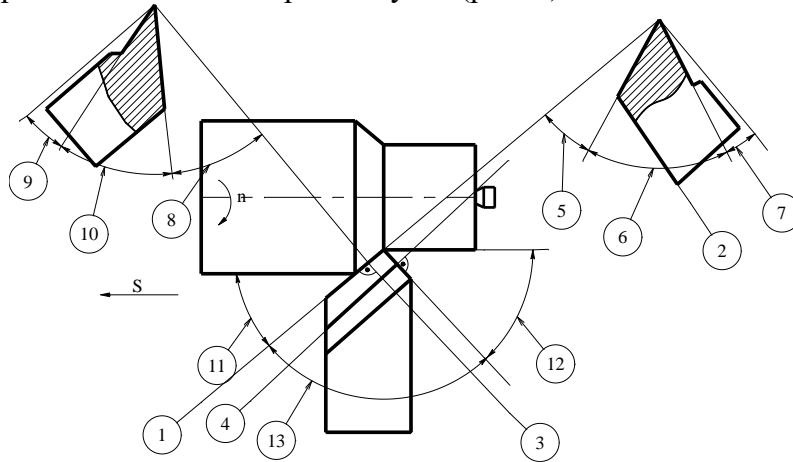

Рис. 2
4. Определите главный передний угол (рис. 2)